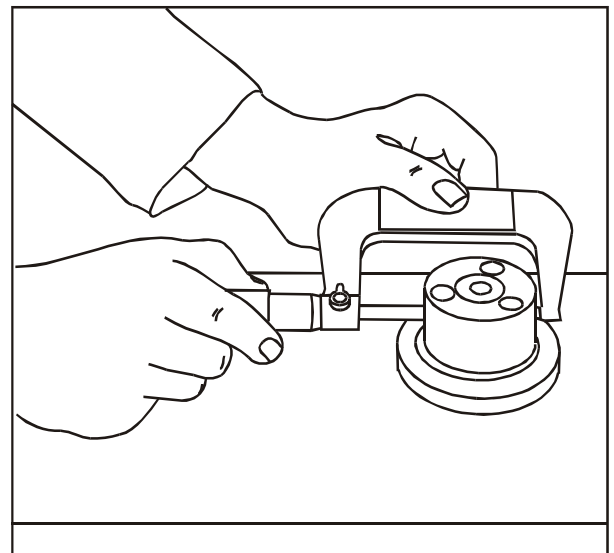

FIG 7
4. Verifique o diâmetro do eixo da engrenagem com o micrômetro: 50,70 a 50,72 mm. **Fig.7.**